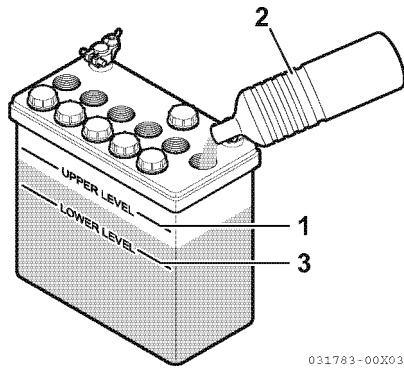

Рисунок 6
- Когда количество жидкости приближается к нижнему пределу (Рисунок 6, (3)), долейте дистиллированную воду (Рисунок 6, (2)) до верхнего предела (Рисунок 6, (1)). Продолжение эксплуатации аккумулятора с недостаточным количеством электролита сократит срок его службы и может привести к его перегреву и взрыву. Летом проверяйте уровень жидкости чаще, чем указано.